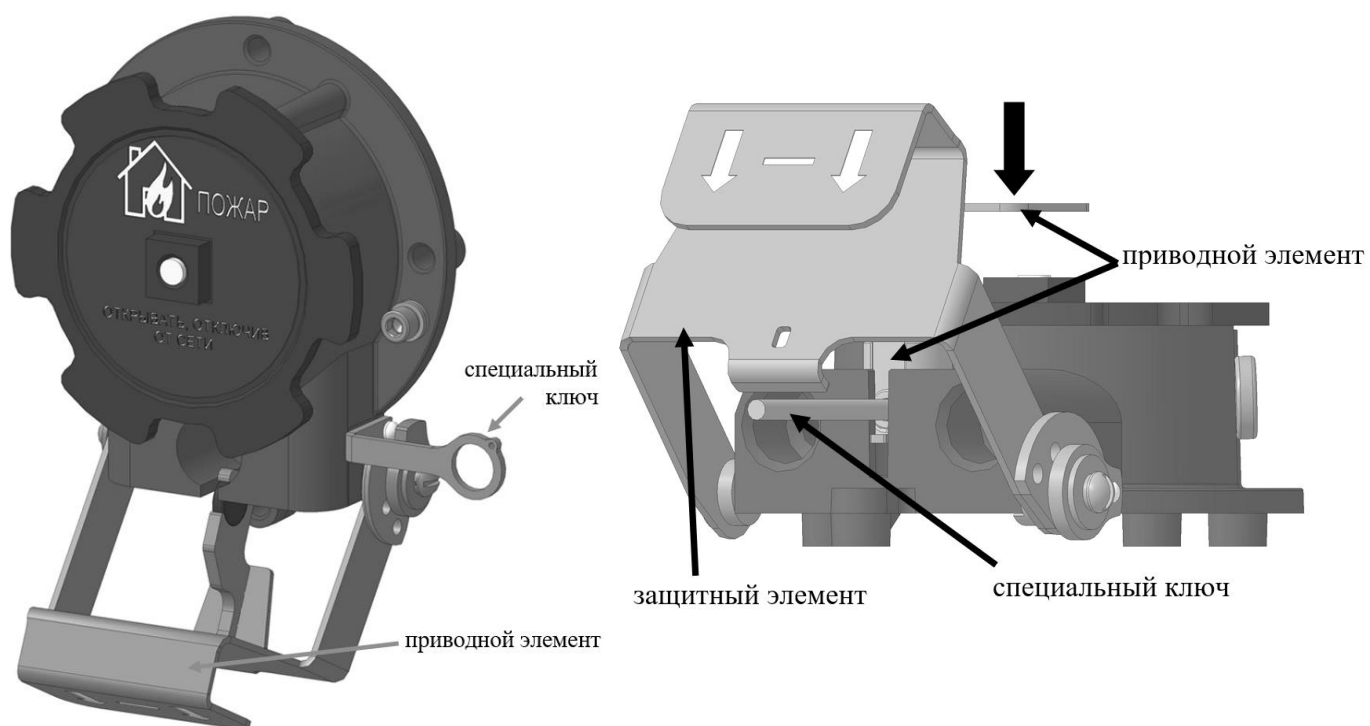

Рисунок 3. (слева «ИПР 535 Орлан-Ех-А-А», «ИПР 535 Орлан-Ех-Н-А», справа «ИПР 535 Орлан-Ех-А-В», «ИПР 535 Орлан-Ех-Н-В»)
- вставить специальный ключ в отверстие приводного элемента и вернуть по резьбе на 3-4 оборота по часовой стрелке (см. рисунок 3);